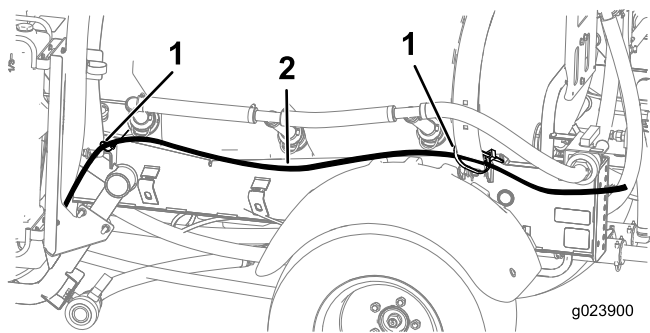

Figure 12
2. Acheminez les 2 flexibles de mousse des rampes vers l'avant sur le côté de la machine avec le support de montage (Figure 12).